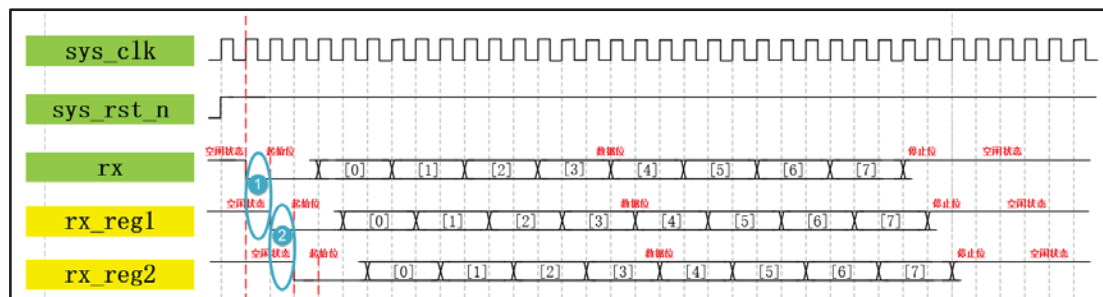

图 30-13 数据打拍波形图
**第一部分：**首先画出三个输入信号，必不可少的两个输入信号是时钟和复位，另一个是串行输入数据 rx，如图 30-13 所示，我们发现 rx 串行数据一开始直接打了两拍，就是经过了两级寄存器，理论上我们应该按照串口接收数据的时序要求找到 rx 的下降沿，然后开始接收起始位的数据，但为什么先将数据打了两拍呢？那就要先从跨时钟域会导致“亚稳态”的问题上说起。